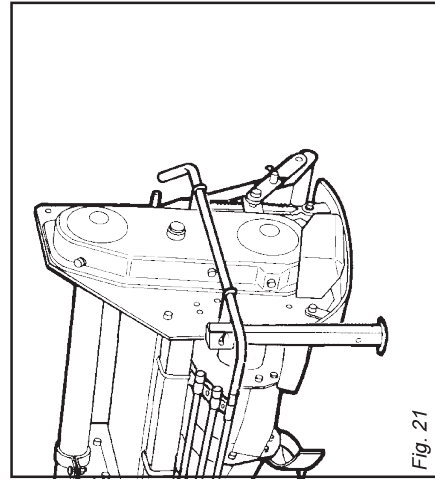

Fig. 21
- Den Stützfuß wie in Abb. 21 gezeigt anordnen.
- Placer le pied d'appui (voir figure 21).